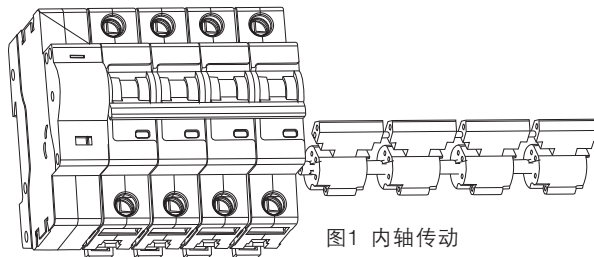

图1 内轴传动
- 机构与断路器一体化设计，通过内轴传动，分合闸同步性能好(如图1)。